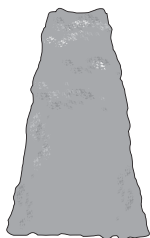

Fig.7
**REMARQUE :** Il est recommandé de tailler les haies en forme de trapèze (Fig.7), Une coupe trapézoïdale correspond à la courbe de croissance naturelle des plantes et expose la base à la lumière du soleil, facilitant ainsi la croissance.